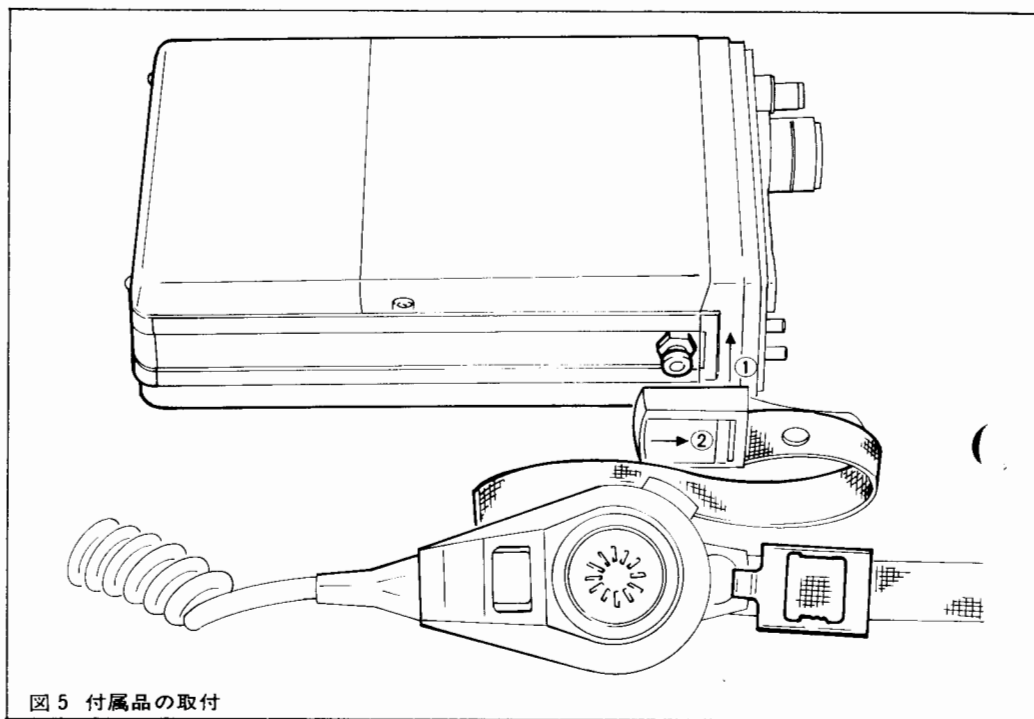

図5 付属品の取付
付属の肩掛ベルト取付用です。(図5 参照)
(5) ポータブルでの使用
- ① ポータブルで使用するときは、付属の肩掛ベルトを取付け、マイクハンガーをベルトの使いやすい所に移動し固定します。取付け方は図 5 を参照してください。
- ② オプションのソフトケース CLC 8 を用いることによりリグを衝撃から保護し、いつでも機動性を発揮することができます。
(6) モービルでの使用